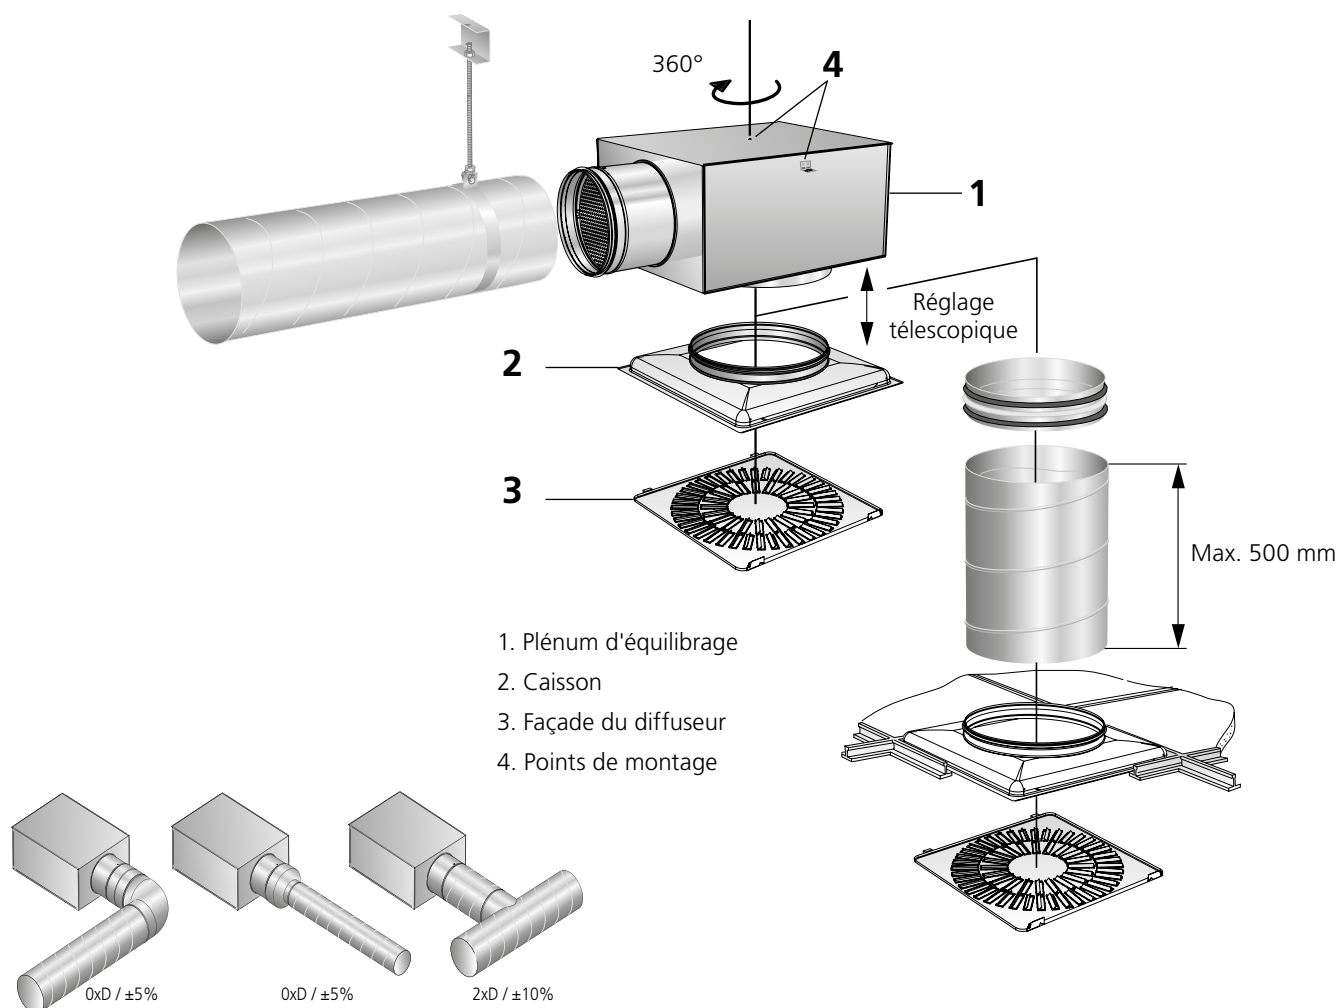

Figure 2. Alternatives d'installation
- La distance entre plénum d'équilibrage et le diffuseur peut être augmentée de 500 mm avec un conduit spiralé sans devoir prolonger le tube de prise de mesure et les cordons de réglage du registre (voir Figure 2).
- Précision de mesure et critères applicables aux sections de conduit droites en amont du plénum d'équilibrage, voir Figure 2. Les critères applicables aux sections de conduit droites dépendent du type de perturbation en amont du boîtier de connexion. La Figure 2 montre un coude, un changement de dimensions et un raccord en T. Les autres types de perturbations exigent au minimum 2xD section droite (D = diamètre de raccordement) pour une précision de mesure de  $\pm 10\%$  du débit.